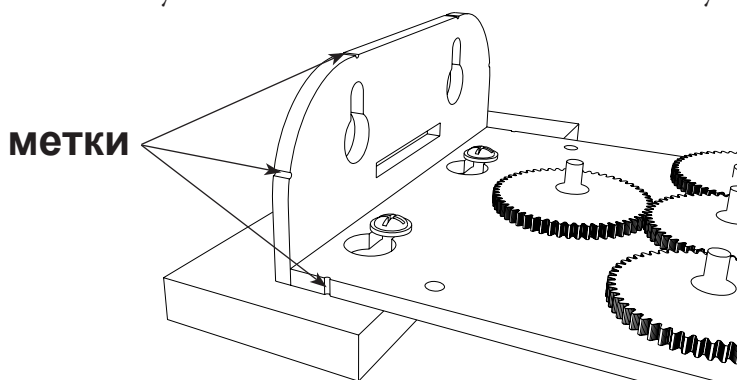

Рисунок 3.
- Горизонтальной поверхности (*рис. 3*).
- Для удобства разметки расположения крепежных шурупов на щеках есть соответствующие метки (*рис. 3*).